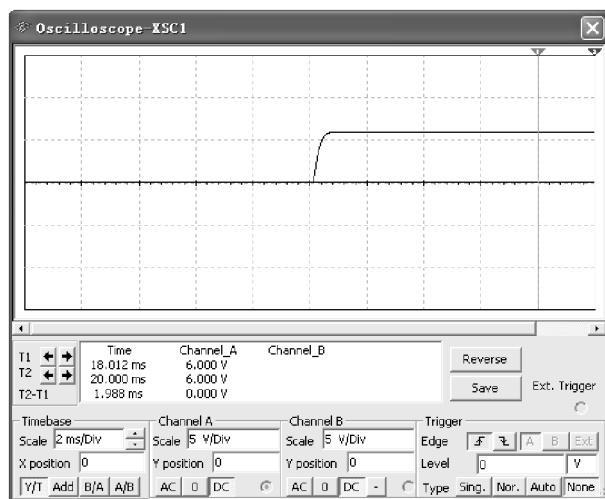

图 6-14 临界阻尼时电容器两端的电压波形
- 2) 单击开关 J1, 即可看到 RLC 二阶动态电路临界阻尼状态仿真电路电容器两端的电压波形, 如图 6-14 所示。